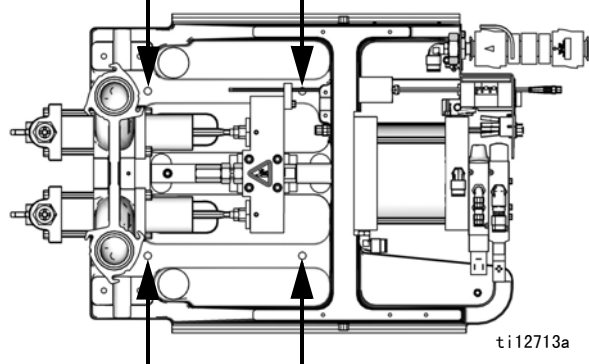

图 4：安装孔
4. 借助穿过四个安装孔的紧固件的安装（不随设备一起提供）将机架固定在所选的位置。请参见图 4。